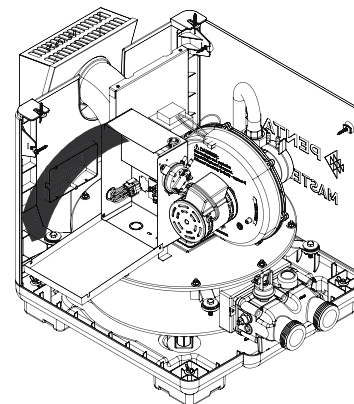

Figura 29.
3. Abra la tapa de la caja de control (ver Figura 29).
- Conecte los cables entre los terminales del panel de control en el calentador y los reguladores externos, como se muestran en la Figura 29. Utilice por lo menos 2 reguladores por calentador para permitir una posición de "APAGADO" en cada modo del calentador. Seleccione reguladores que puedan manejar interrupción de nivel de logística. **NO** aplique línea de voltaje a los terminales del panel de control.
- Mueva el arrancador (como se muestra en la Figura 29) para habilitar el control exterior y deshabilitar los botones "Piscina Encendida" y "Spa Encendido" (la tecla de "Apagado" permanece funcional).